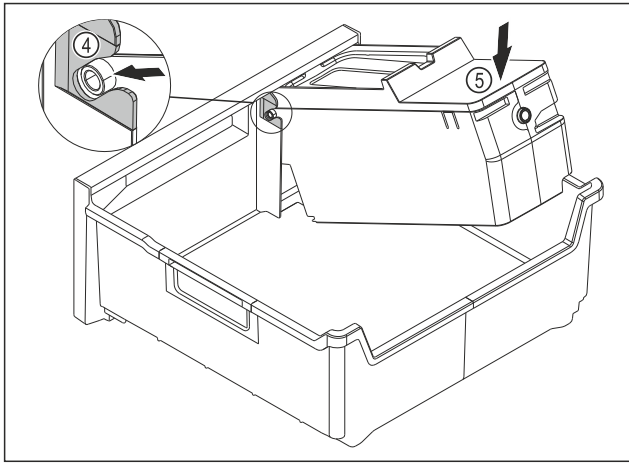

Fig. 78
- ▶ Montirajte glavni del EasyTwist-Ice: Osi glavnega dela EasyTwist-Icepotisnite v vodila Fig. 78 (4).
- ▶ Glavni del EasyTwist-Ice Fig. 78 (5) potisnite zadaj navzdol.